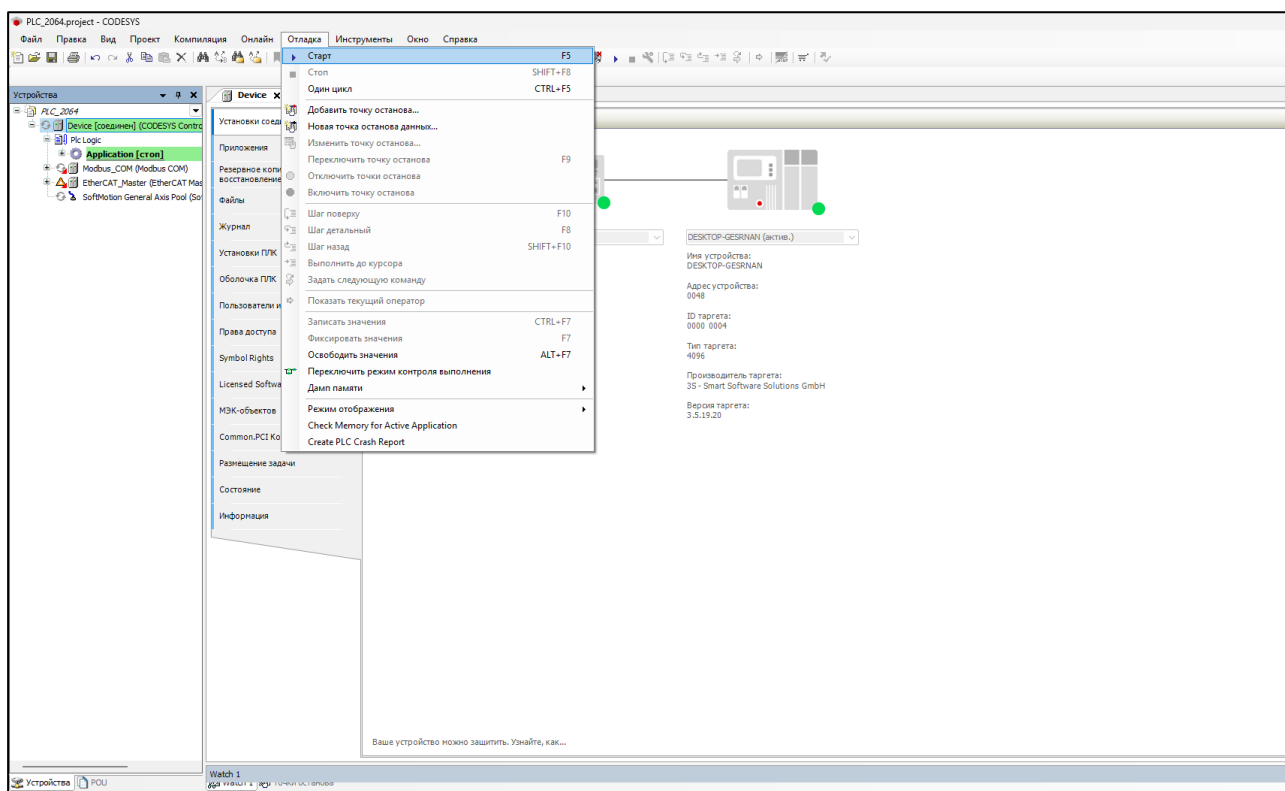

Рисунок 5 – CODESYS V3.5. Команда запуска приложения
7. Для запуска приложения используйте команду «Старт» (F5) в меню «Отладка» (рисунок 5). Пиктограмма команды также продублирована на панели инструментов.